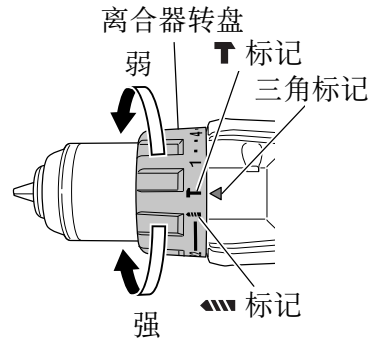

图 15
<DV18DE> (请参照图 15)
(2) 旋紧转矩的指示 (请参照第 15 页的图 13 和第 16 页的图 15)
(3) 调节旋紧转矩 (请参照第 15 页的图 13 和第 16 页的图 15)